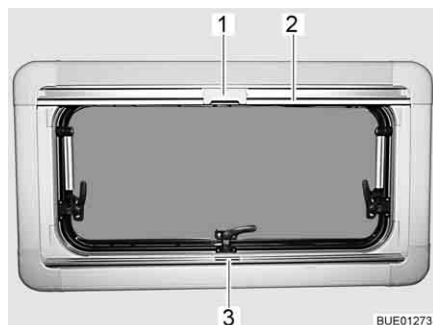

Fig. 73 Ventana abatible
- Sujetar el estor plegable por el centro del agarradero (Fig. 73,3), tirar de abajo a arriba y soltarla a la altura deseada. El estor plegable se queda fijo a esta altura.
- Tirar del agarradero de la mosquitera enrollable (Fig. 73,2) hacia abajo hasta que choque con el agarradero del estor plegable (Fig. 73,3).
- Bloquear el cierre (Fig. 73,1) de la mosquitera enrollable con el agarradero del estor plegable.
- Empujar hacia atrás el cierre (Fig. 73,1) de la mosquitera enrollable por arriba.
- Regresar la mosquitera enrollable lentamente en el agarradero (Fig. 73,2).